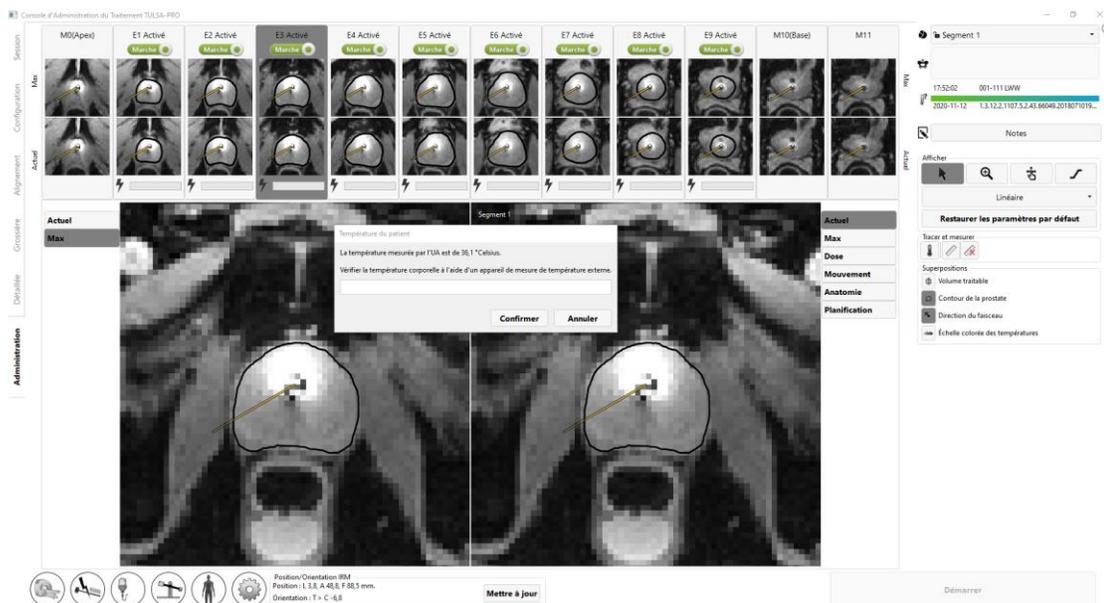
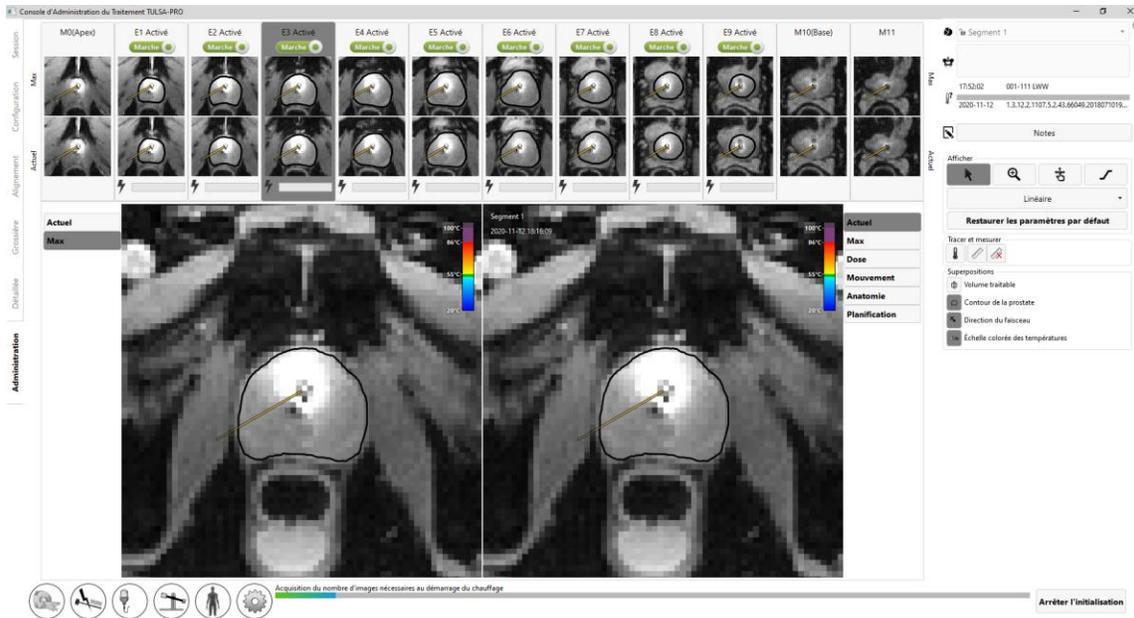

Figure 58 : L'utilisateur doit saisir la température corporelle centrale du patient avant de procéder à l'administration.
Figure 59 : État d'initialisation du traitement
4. **Radiologue** : cliquer sur **Démarrer le traitement** sur la TDC. Il convient de vérifier la température corporelle centrale à l'aide d'un appareil de mesure de la température externe avant de continuer (Figure 58). Saisir la température en degrés Celsius et cliquer sur **Confirmer**. La TDC passe à l'état **Initialisation du traitement** et est prête à recevoir les images thermométriques (Figure 59).